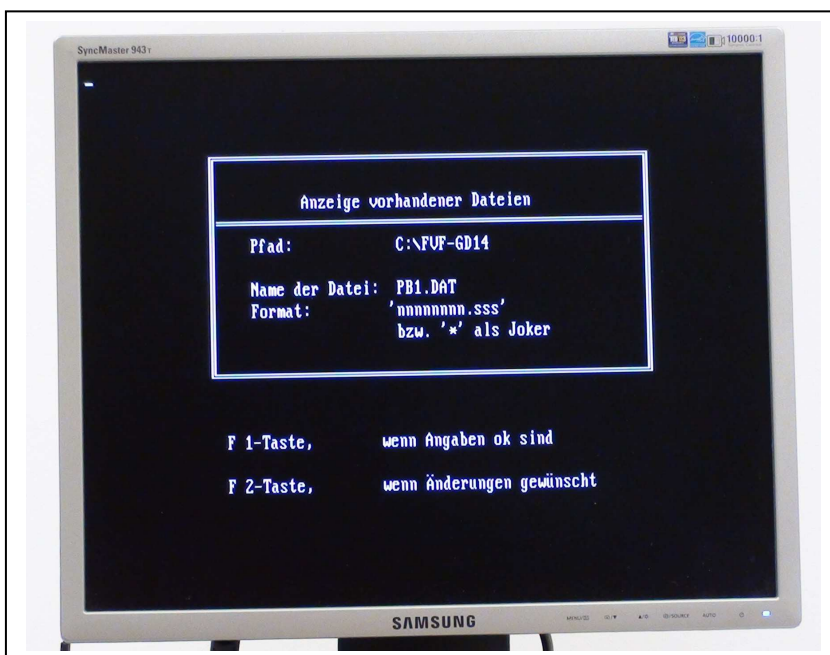

Abbildung 9. Anzeige/ Laden gespeicherter Daten - Eingabe des Dateinamen
1. Eingabe des Namens der einzulesenden Datei (siehe Abbildung 9)